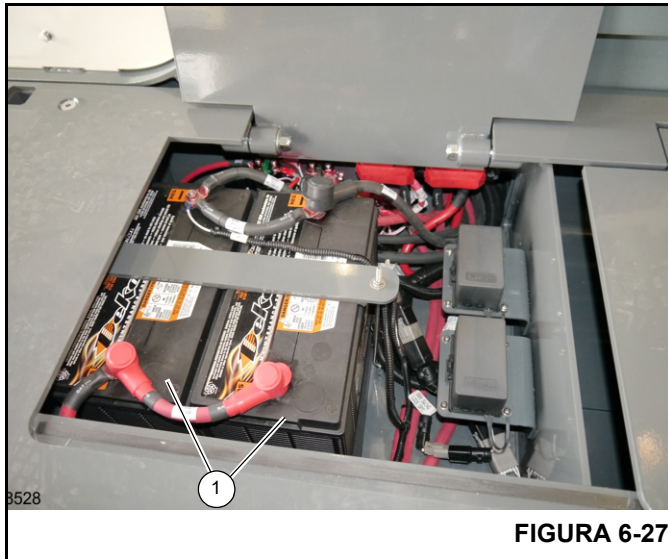

FIGURA 6-27
1. Abra el compartimiento de baterías para obtener acceso a las baterías (1, Figura 6-27).